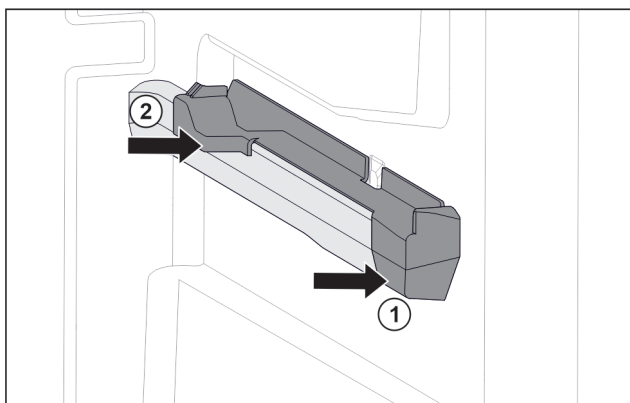

Fig. 49 Вставна частина на правому ребрі для резервуару
- ▶ Одягти вставну частину вперед на ребро резервуару. Fig. 49 (1)
- ▶ Притиснути вставну частину позаду. Fig. 49 (2)